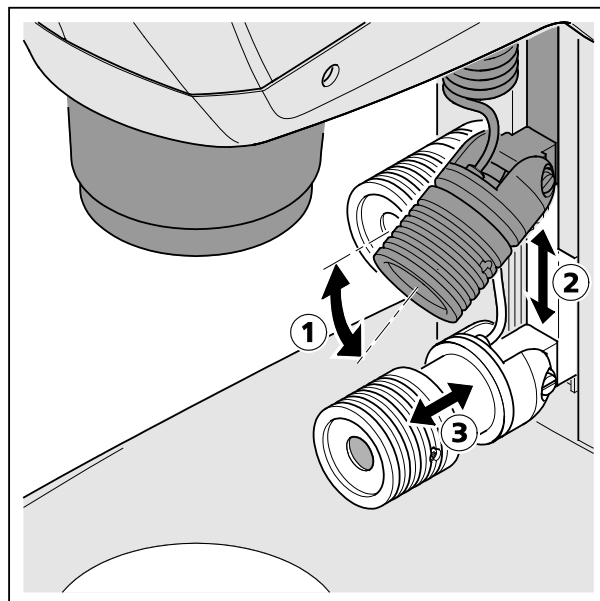

図 21 スポットライトの調整
- ガイドに挿入したスポットライトを希望の高さ (図 21/2) にスライドさせます。
- スポットライトのジョイントを使って、対象が最適に照らされるように角度 (図 21/1) を調節します。
- フォーカシングユニット (図 21/3) 軸方向にスライドさせることにより、スポットの大きさと明るさを調整します (照明ズーム)。